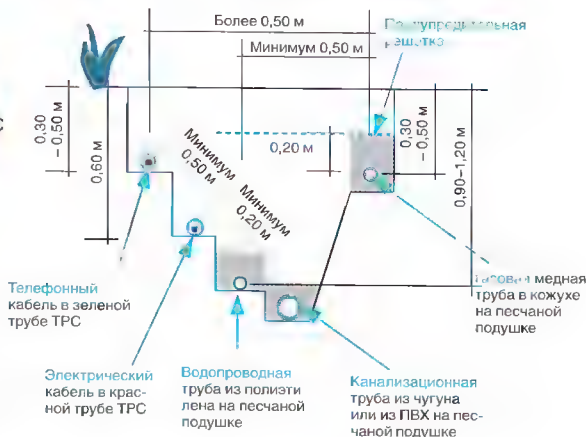

Рис. 98. Правила укладки подземных коммуникаций
- любое пересечение или прохождение рядом с неэлектрическими трубопроводами (водопровод, газ) должно проводиться с соблюдением расстояния между трубопроводами не менее 0,20 м (рис. 98);